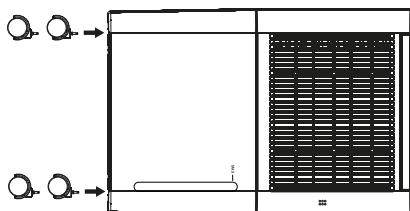

Bild 1
- ◆ Tryck in hjulen **6** i de fyra hålen på produktens undersida tills de sitter på plats (se bild 1).